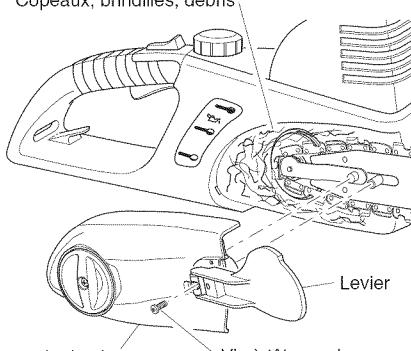
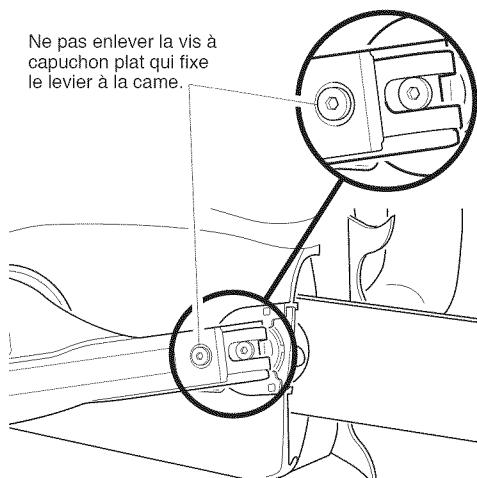

Figure 14 - Enlèvement du couvercle de pignon et nettoyage des débris
Figure 15 - Emplacement de la vis du levier et de la came
2. Agripper le levier de réglage de la tension de la chaîne pour l'ouvrir (voir la Figure 14).
4. Au moyen d'une clé Allen de 5/32 po, desserrez la vis à tête ronde qui fixe le levier et le couvercle du pignon au corps de la tronçonneuse (voir la Figure 14). Note : Ne pas enlever la vis à capuchon plat qui fixe le levier à la came (voir la Figure 15).